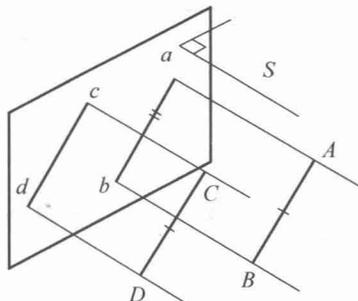

图1-12 平行两直线的投影
3) 空间互相平行的两直线, 其投影也一定互相平行。如图1-12所示, 因为 $AB \parallel CD$, 故有 $ab \parallel cd$ 。